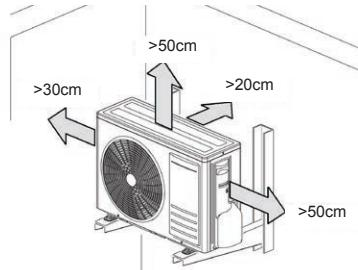
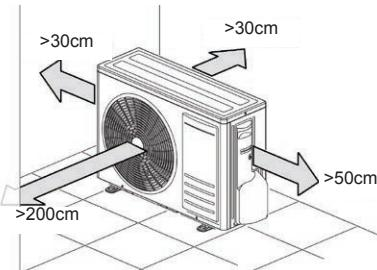

fig. 6 -
fig. 7 -
- Poziționați-o respectând distanțele minime față de perete, mobilă sau alte obiecte care pot exista în jur "fig. 6 -" e "fig. 7 -".